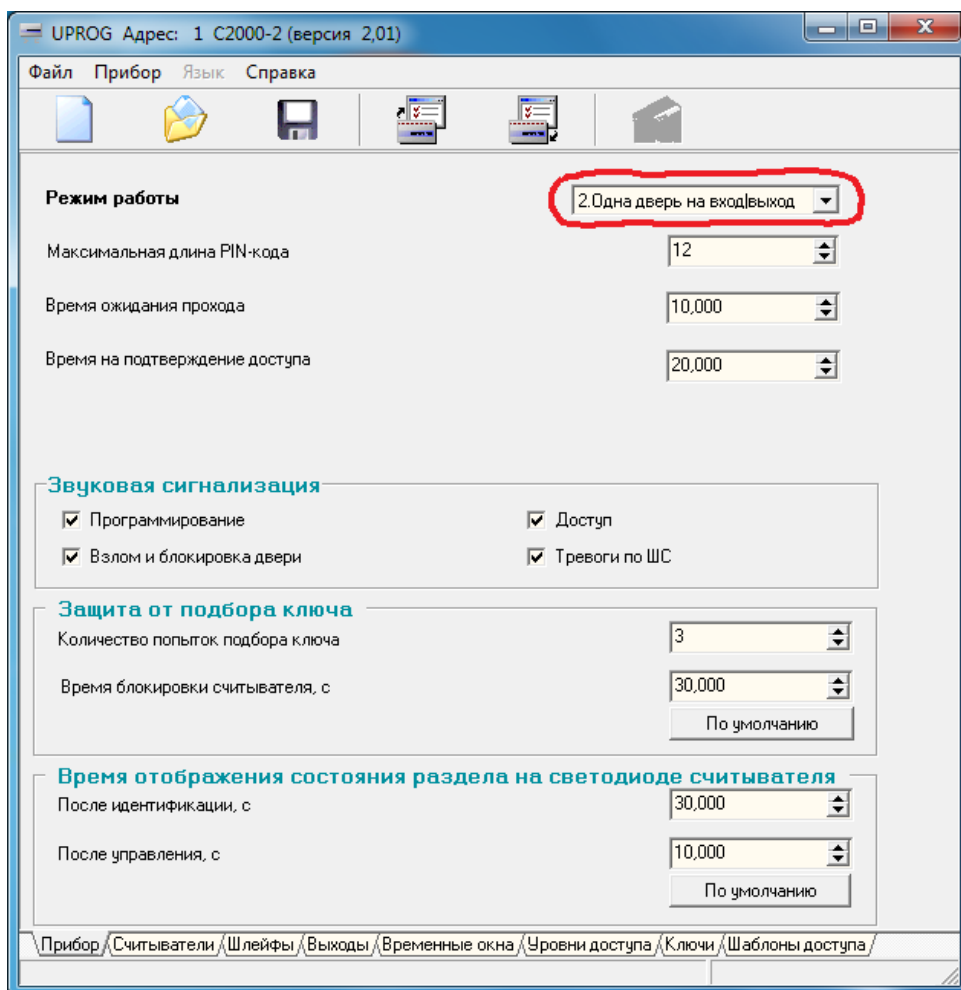
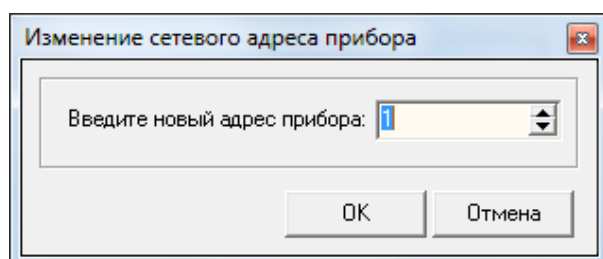
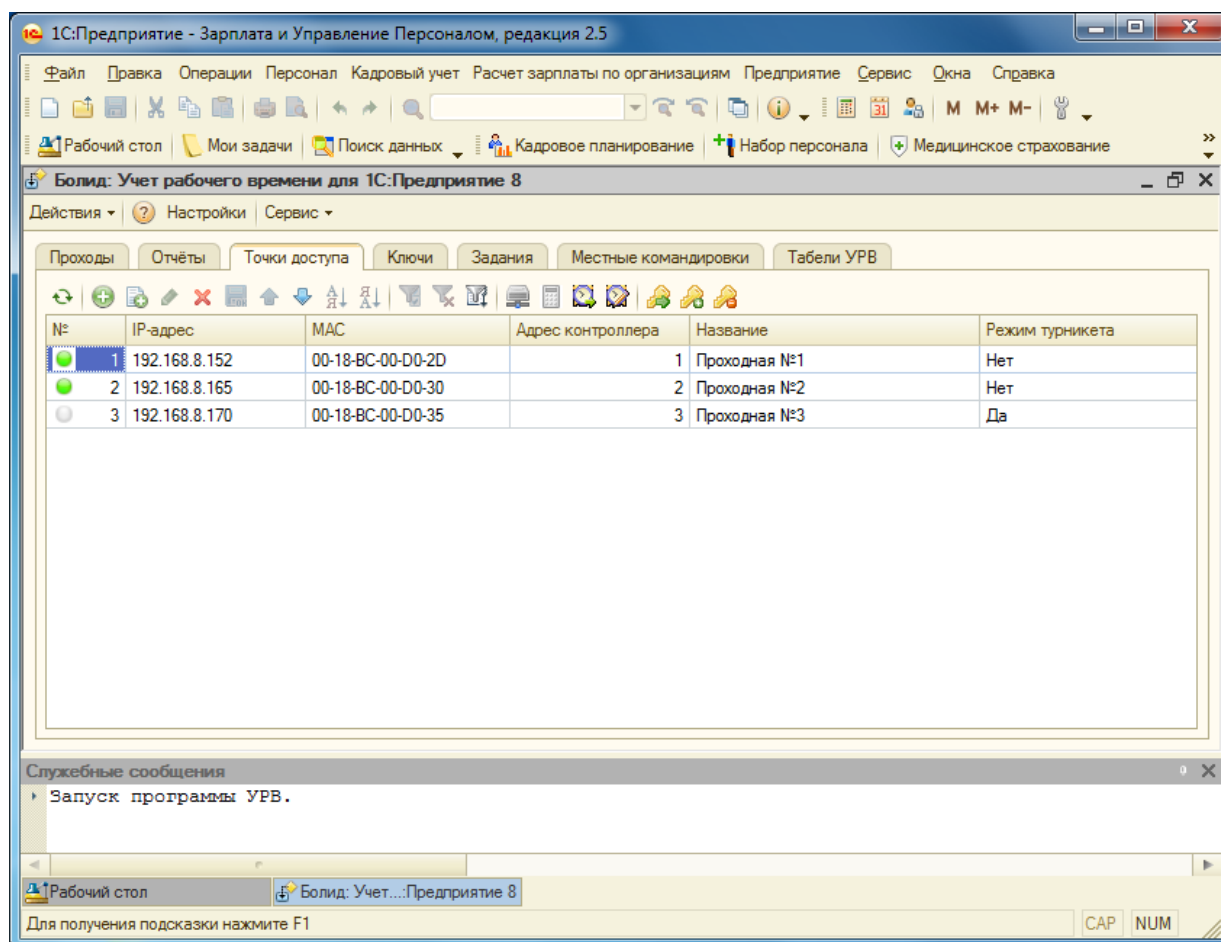

Рис.12. Конфигурирование контроллера доступа С2000-2, закладка «Прибор».
Рис.14. Изменение сетевого адреса контроллера доступа C2000-2.
Рис.16. Страница «Точки доступа».
9) Сконфигурировать контроллер доступа С2000-2. На закладке «Прибор» (см. рисунок 12) установить режим работы «Одна дверь на вход\выход» либо «Турникет». Эта настройка должна соответствовать параметру точки доступа программы УРВ для 1С (см. рисунок 16), где в колонке «Режим турникета» устанавливается значение «Нет» или «Да».
Изменение сетевого адреса контроллера доступа C2000-2 выполняется из главного меню программы UPROG путём выбора пункта меню «Прибор→Изменение сетевого адреса». В открывшемся окне (см. рисунок 14) задаётся сетевой адрес прибора в диапазоне 1..127. Этот же адрес задаётся в параметрах точки доступа программы UPB для 1С (см. рисунок 16), в колонке «Адрес контроллера»;
- Добавить в точки доступа (предварительно сконфигурированные и подключенные) контроллеры доступа. Если все выполнено правильно, то напротив каждой точки доступа вы увидите индикацию в виде зеленого кружка (см. рисунок 16).